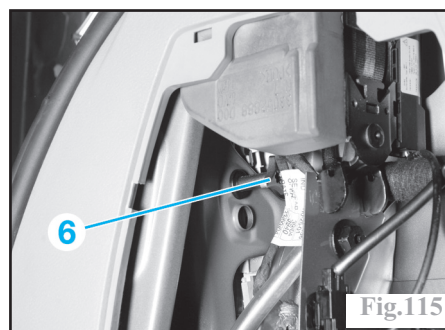

Fig.115
-l'écrou papillon (6) derrière le feu (Fig.115).